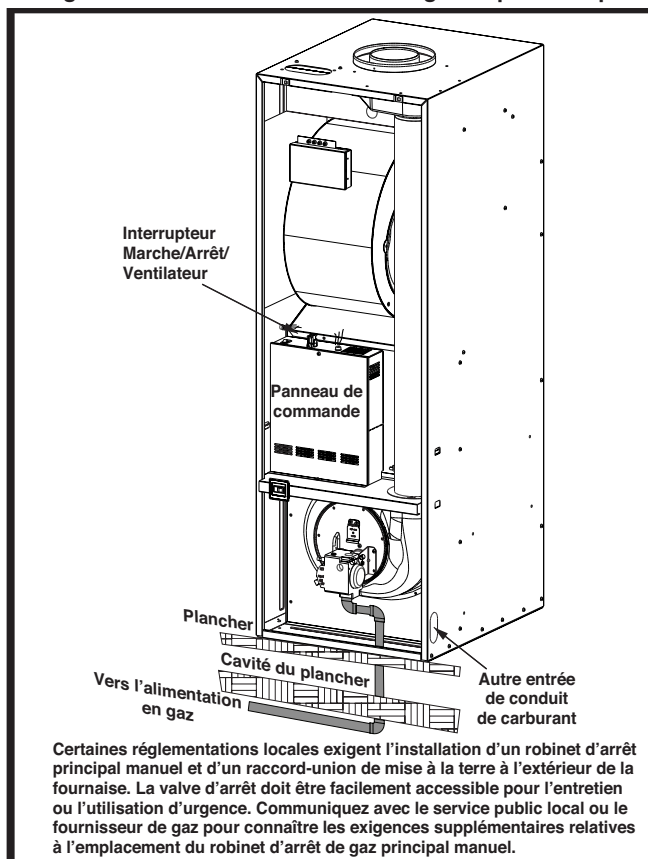

Figure 28. Tuyauterie typique de gaz
Cette fournaise peut être installée avec une entrée de gaz sur la gauche, la droite ou le dessous. Au moment de raccorder l'alimentation en gaz, prévoyez un dégagement entre la conduite d'alimentation de gaz et le trou d'entrée dans le boîtier de la fournaise pour éviter les bruits non désirés ou les dommages à la fournaise. Le branchement typique du gaz pour cette fournaise est montré à la Figure 28.
- Certaines réglementations locales exigent l'installation d'une valve d'arrêt principal manuel et d'un raccord-union de mise à la terre à l'extérieur de la fournaise. Voyez la Figure 28. La valve d'arrêt doit être facilement accessible pour l'entretien ou l'utilisation d'urgence. Communiquez avec le service public local ou le fournisseur de gaz pour connaître les exigences supplémentaires relatives à l'emplacement du robinet d'arrêt de gaz principal manuel.
- Les installations de conduites de carburant autres que les installations typiques montrées dans la **Figure 28** doivent respecter les dispositions relatives aux conduites de carburant de la Norme fédérale de construction et de sécurité des maisons préfabriquées (H.U.D. Titre 24, Partie 3280) et le National Fuel Gas Code (ANSI-Z223.1/NFPA-54).
Voyez la Figure 28.
1. Retirez le bouchon de pression d'entrée du côté ENTRÉE de la valve de gaz avec une clé Allen 3/16. Voyez la Figure 28.